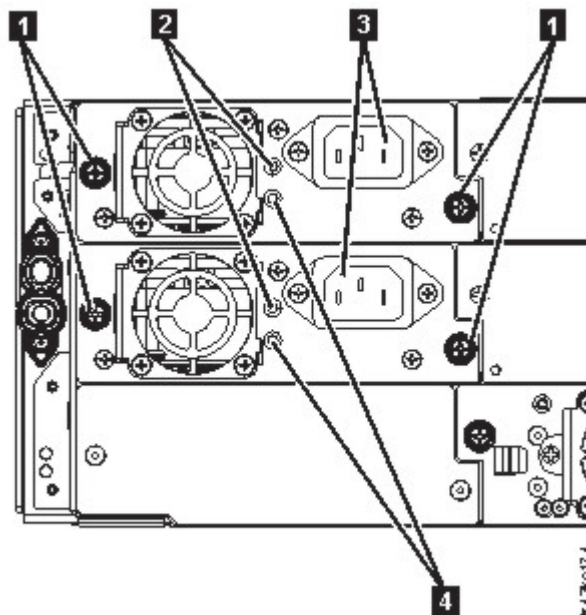

Figure 67. Blocs d'alimentation
- Le voyant blanc (**2** dans la Figure 67 on page 120) est allumé.
- Le voyant vert (**4** dans la Figure 67 on page 120) est éteint.